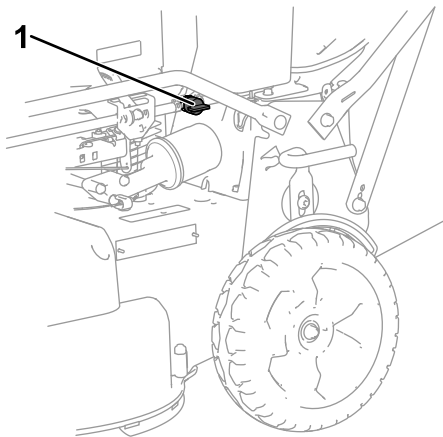

Figura 14
2. Aprite la valvola d'intercettazione del carburante (Figura 14).